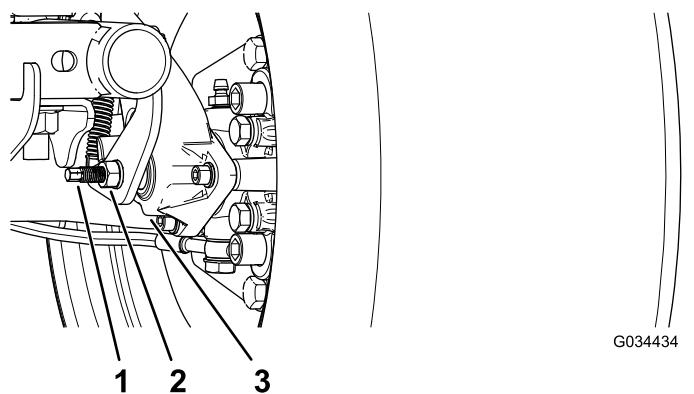

图 52
3. 使用 2 个扳手用 1 个扳手控制住制动盘上的调节杆用另一个扳手将锁紧螺母拧松 1/4 圈 图 52。
4. 在将调节杆和锁紧螺母固定在位的同时旋入调节杆直至旋紧 图 52。
5. 在将调节杆和锁紧螺母固定在位的同时向回倒旋 1/4 圈 图 52。
6. 在将调节杆和锁紧螺母固定在位的同时拧紧锁紧螺母 图 52。